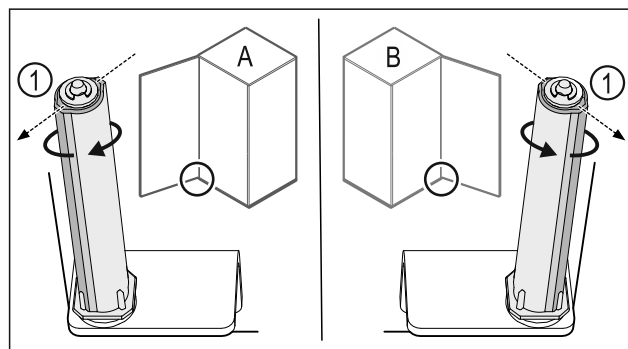

Fig. 42 Venstreanslag (A)/højreanslag (B)
- ▶ Drej lukkesystemet mod modstanden, indtil lukkesystemets forbindelsesdel Fig. 42 (1) peger udad.